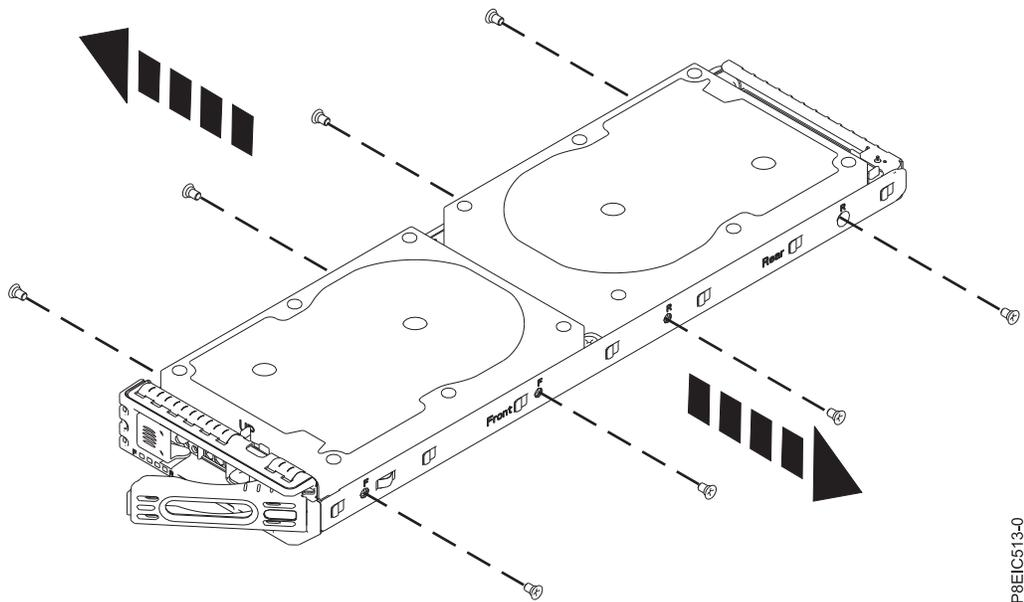

Abbildung 8. Schrauben vom 3,5-Zoll-Laufwerk entfernen
- a. Lösen Sie das Laufwerk von den Seiten der Halterung, indem Sie vier Schrauben (2 auf jeder Seite) entfernen (siehe Abb. 8 auf Seite 10).